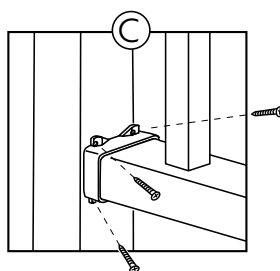

Figure 6
- 8.) Répétez les étapes 6 et 7 pour les trois autres vis du premier support inférieur (Figure 6).